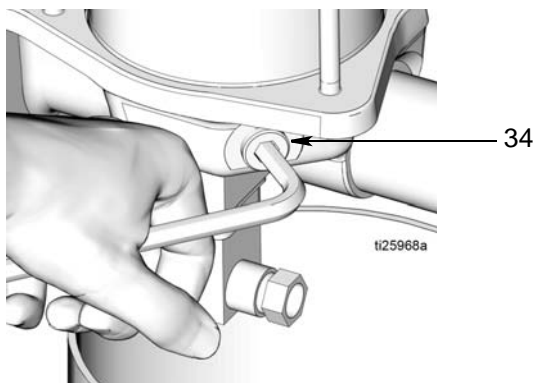

Рис. 13
7. Используйте торцевой гаечный ключ для медленного ослабления затяжки и извлечения пробки сливного отверстия (34) из основания насоса, и слейте масло из насоса (Рис. 13).